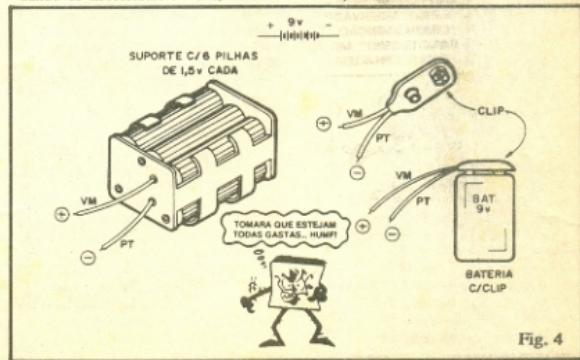

Fig. 4
- FIG. 4 - A alimentação calculada para o INTERCOMUNICADOR é de 9 volts, sob baixo consumo. Isso nos permite energizar o circuito a partir de uma pequena bateria ("quadradinha") de 9 volts, ou ainda (caso em que a durabilidade será bem maior) com 6 pilhas pequenas de 1,5 volts cada (totalizando os necessários 9 volts) acondi-